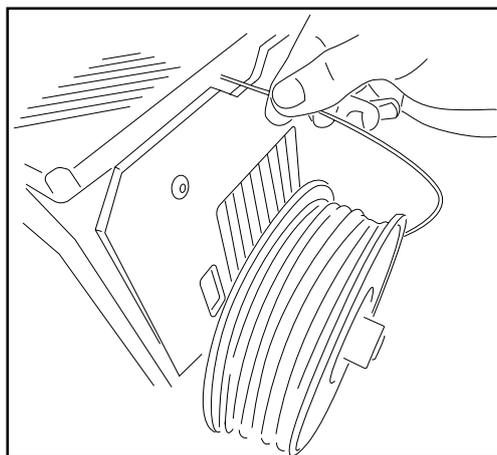

Fig. 3.18 Caricamento del filamento
- 2 Il caricamento del filamento si esegue sul retro della macchina, mediante il raccordo filettato che va unito alla guida di Fibonacci (Fig. 3.18). È importantissimo collocare correttamente la bobina di materiale, con il filamento che fuoriesce sulla destra della bobina. Tagliare trasversalmente la punta del filamento con delle forbici per facilitare l'ingresso del filo nel tubo.